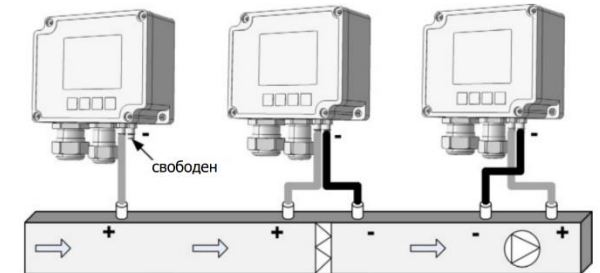

Рисунок 3. Варианты присоединений к месту измерения.
4.5. Варианты присоединений к месту измерений указаны в таблице 5 и рис. 3.